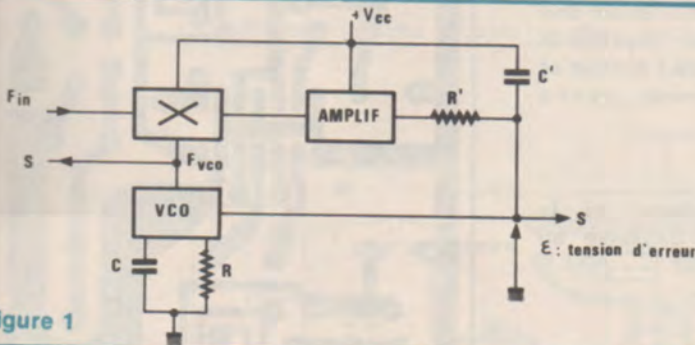

Figure 1
- Un VCO (voltage control oscillator : oscillateur contrôlé par tension) dont la fréquence est contrôlée par les éléments ci-dessus de façon à rester synchrone avec la fréquence du signal incident (voir figure 1)